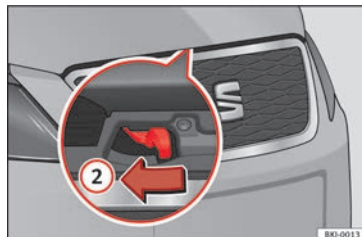

Fig. 8 Levier sous le capot.
- Pour soulever le capot-moteur, déplacez le levier situé sous celui-ci vers la gauche, au centre » fig. 8 ②. Les crochets de fixation sont alors déverrouillés.